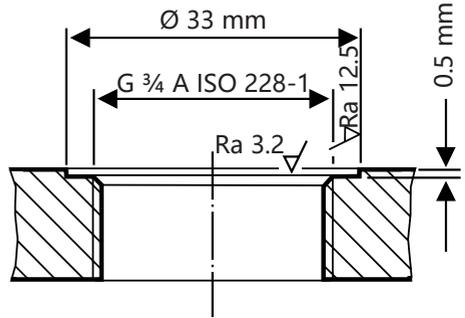

图 10
- 确保正确处理相应储罐螺纹管接头或法兰盖的密封面，参见图 10。
必须根据图 10 正确处理密封面。